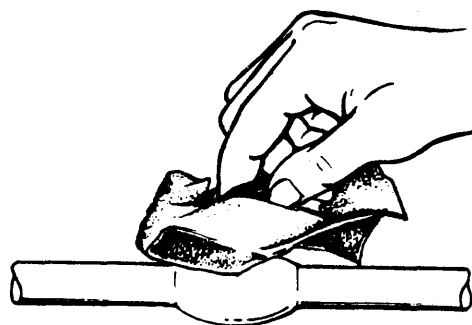

Fig. 9
- f Modele la soldadura con el paño bordeándola uniformemente (fig. 9).